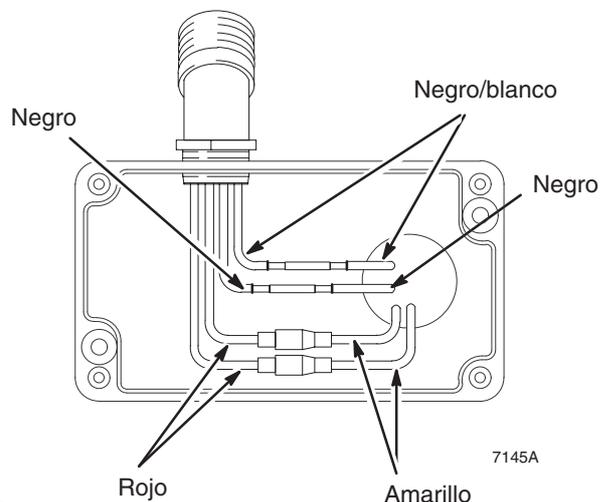
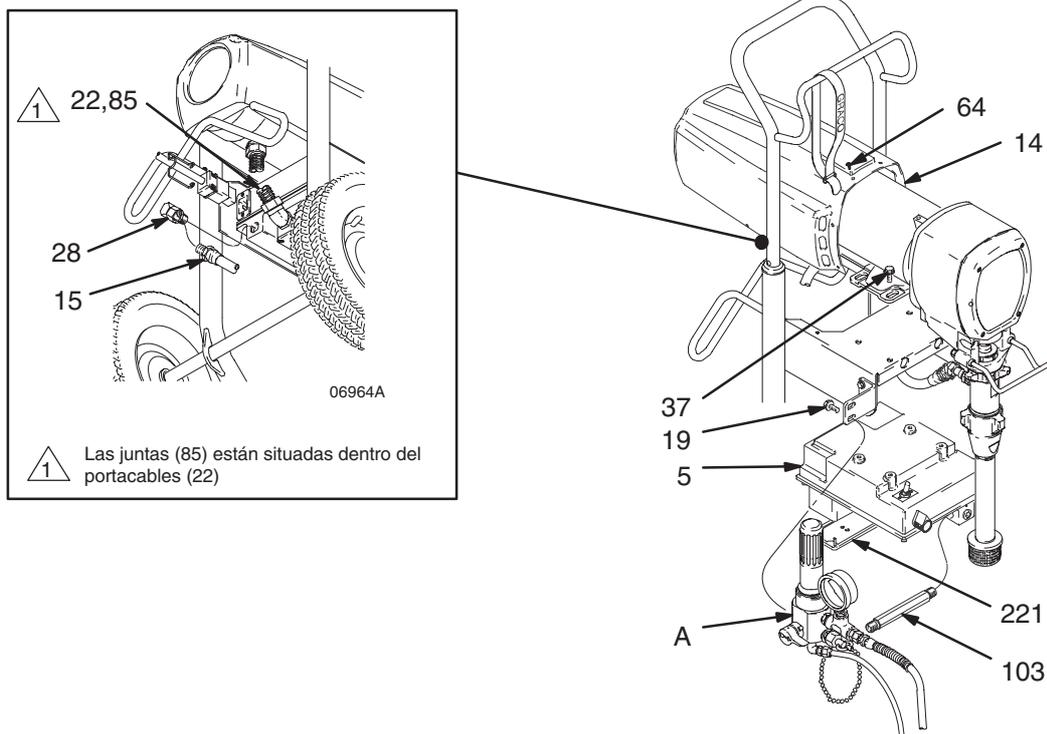
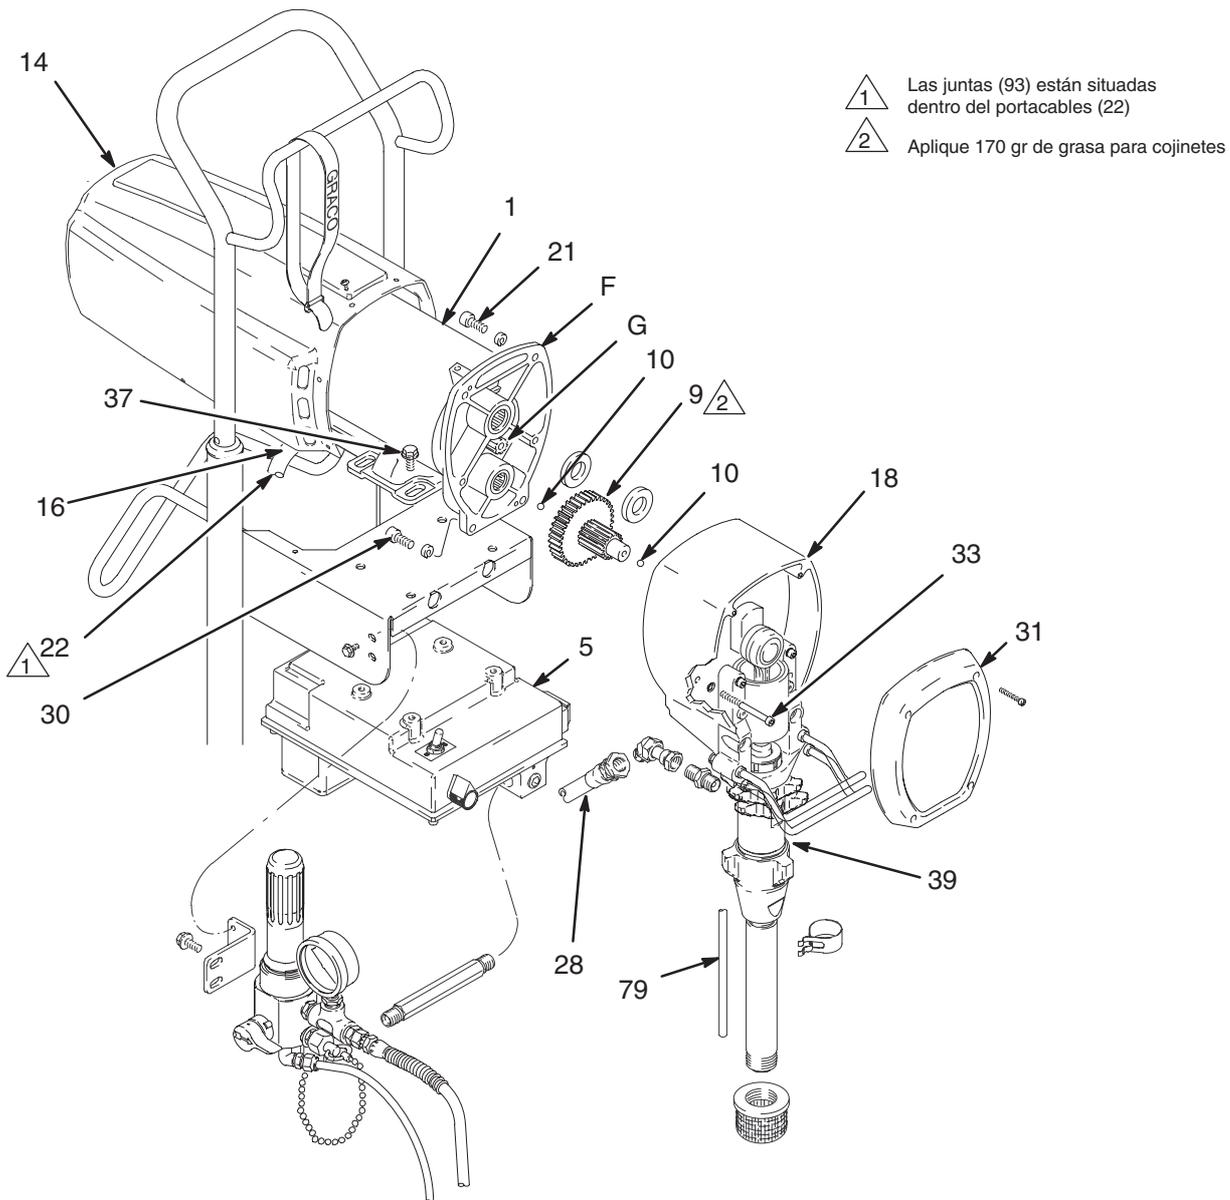

Fig. 13
Fig. 14
Fig. 17
2. Saque los dos tornillos (19) que sujetan el conjunto del filtro (A). Consulte la Fig. 14 y la lista de piezas, excepto cuando se especifique lo contrario.
3. Retire el conjunto del filtro desenroscando la pieza de unión giratoria (15) del racor hexagonal (103). Desenrosque el racor del dispositivo de control de presión (5)
4. Saque los 8 tornillos (64) y el blindaje del motor (14).
5. Afloje la tapa exterior de la caja de cableado (221) del dispositivo de control de la presión. Desconecte los hilos del motor. Vea la Fig. 13.
6. Afloje el portacables (22) del dispositivo de control de presión y extraiga los cables.
7. Retire la manguera (28) de la parte trasera de la pieza de unión giratoria del dispositivo de control de la presión (15).
8. Sujete el dispositivo de control de presión (5) y retire cuidadosamente los tornillos de montaje del motor (37). Retire el dispositivo de control de la presión.
9. Instale el nuevo dispositivo de control de la presión (5) con los tornillos (37).
**NOTA:** Consulte la Fig. 17 y la lista de piezas, excepto cuando se especifique lo contrario.
2. Retire la tapa del motor (14). Retire la tapa delantera (31). Desconecte la manguera (28) de la bomba. Desconecte la manguera de drenaje (79) de la bomba (39).
3. Afloje la tapa exterior de la caja de cableado del dispositivo de control de la presión. Desconecte cuatro hilos del motor. Vea la Fig. 13.
4. Desenrosque el conector del portacables (16) del motor y saque los hilos del motor del portacables (22).
5. Saque los tornillos (33) de la ranura del alojamiento del impulsor.
6. Saque los tornillos (21 y 30) de la palanca acodada del motor (F).
7. Con un martillo de plástico, golpee la base de bomba (39) por la parte posterior para aflojar el alojamiento del impulsor (18) de la palanca acodada del motor (F). Extraiga el alojamiento del impulsor.
8. Baje el dispositivo de control de la presión (5) desenroscando los tornillos de montaje del motor (37).
9. Levante el motor (1).
10. Instale y centre el nuevo motor en el bastidor y sujete el dispositivo de control de la presión (5) con los tornillos de montaje del motor (37).
11. Introduzca los hilos del motor a través del conector (16) y el tubo (22) hasta el dispositivo de control de la presión. Enrosque el conector (125) dos o tres vueltas en el motor. Enrosque la contratuerca en el motor. Conecte los cuatro hilos del motor. Vea la Fig. 13.
12. Aplique una buena capa de grasa en la rueda dentada (9) y en el engranaje del piñón (G) y monte todos los cojinetes en la palanca acodada del motor. Asegúrese de que las bolas de empuje (10) están en sus posiciones. Se incluye una bola con el alojamiento del impulsor de repuesto.
13. Alinee los engranajes y presione el conjunto impulsor (18) en la manivela del motor (F) y los pasadores de posicionamiento.